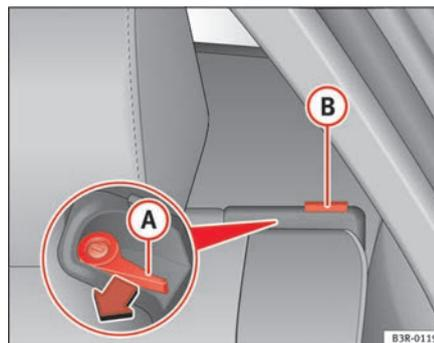

Fig. 118 Levier de déverrouillage du dossier
- Poussez le levier de déverrouillage **A** ⇒ page 148, fig. 118 dans le sens de la flèche.